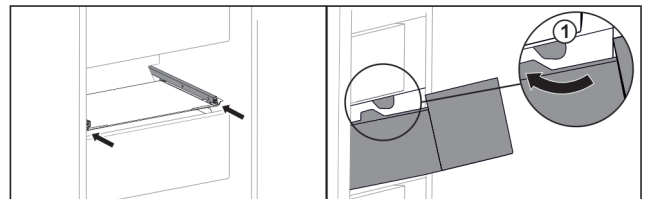

Fig. 100
- ▶ Guider le tiroir en contournant les butées Fig. 100 (1).